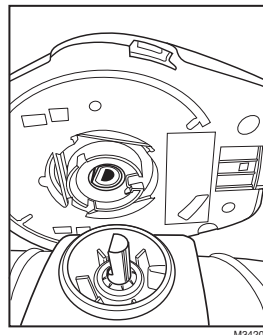

Fig. 1.
1. Aligner le régulateur sur l'arbre « D » du registre (voir la Fig. 1).